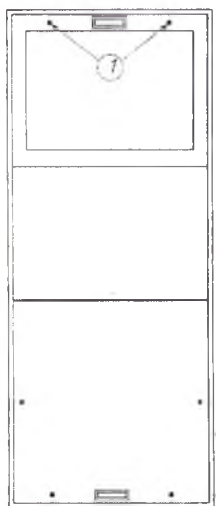

Рис. 4.1 Замки сервисной панели с воздухозаборной решеткой
1. Открыть замки (п.1 рис. 4.1) сервисной панели с воздухозаборной решеткой поворотным ключом, входящим в монтажный комплект модуля рециркуляции. Открыть сервисную панель (рис. 4.2).